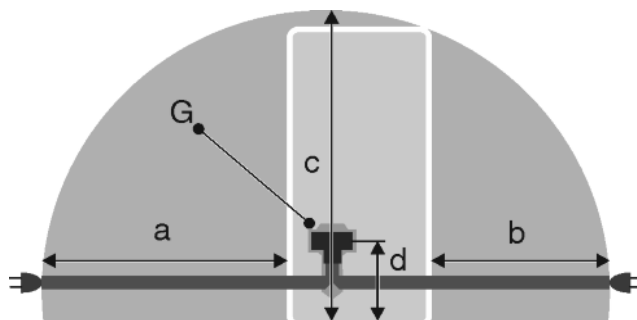

Fig. 24
- Utičnica se nalazi izvan područja bočne strane uređaja u navedenom području *Fig. 24 (a, b, c)*.
- ▶ Utikač uređaja *Fig. 24 (G)* utaknite na stražnju stranu uređaja. Pripazite da ispravno uskoči.